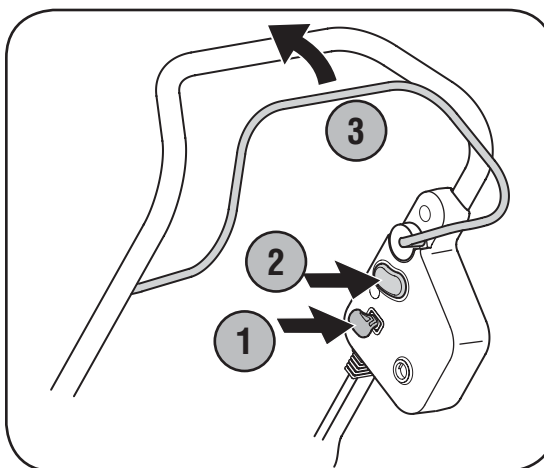

Figure 4-3
1. Mettez la clé. Voir la Figure 4-3.
2. Poussez sur le commutateur du disjoncteur pour le remettre à zéro. Voir la Figure 4-3 dans le chapitre « Utilisation ».